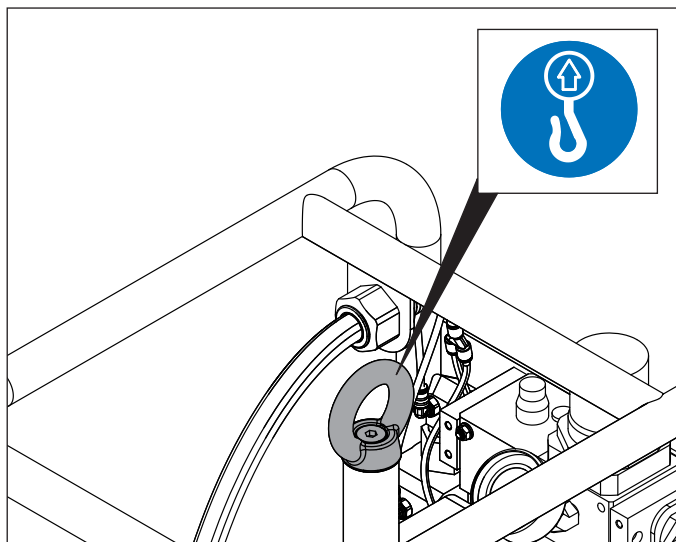

Figure 7 : Anneau de levage de la pompe
- La pompe doit uniquement être soulevée à l'aide de l'anneau de levage intégré. Reportez-vous à la Figure 7 pour connaître son emplacement. Vous ne devez PAS utiliser le cadre de protection, le réservoir hydraulique ou le logement du moteur pneumatique comme point de levage.